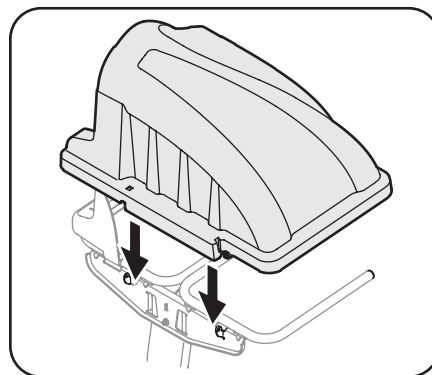

Figura 4-5
3. Instale la cubierta de la embolsadora sobre la unidad de soporte de bolsas, como se ve en la Figura 4-5. La cubierta del colector de césped va dentro de las dos lengüetas de montaje sobre la unidad de soporte de la bolsa.